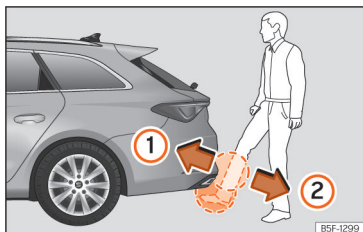

Abb. 81 Heckklappe mit sensorgesteuerter Öffnung (Easy Open).
- Mit einer schnellen Bewegung nähern Sie einen Fuß und unteren Beinteil so weit wie möglich dem Stoßfänger. Der untere Beinteil muss sich dem oberen Sensorbereich, und der Fuß dem unteren Sensorbereich nähern »» (Abb. 81) ①.
- Entfernen Sie den Fuß und den unteren Beinteil mit einer schnellen Bewegung aus dem Sensorbereich »» (Abb. 81) ②. Die Heckklappe öffnet sich selbsttätig.